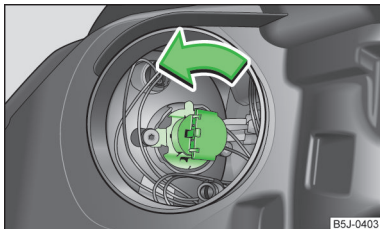

Abb. 156
- › Den Stecker mit der Glühlampe bis zum Anschlag **entgegen dem** Uhrzeigersinn drehen » Abb. 156 und herausnehmen.